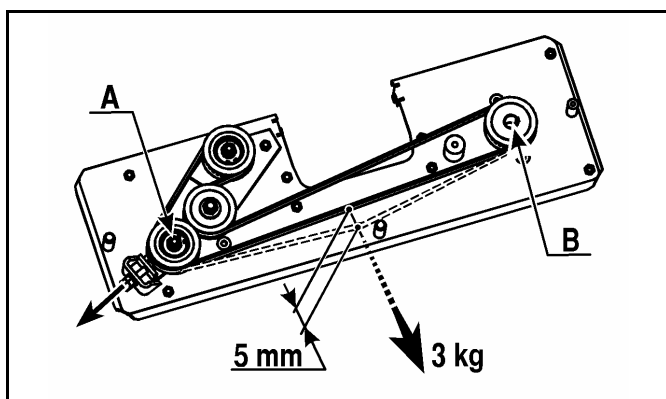

Fig. 36
RIEM MAAIDEK (Fig. 36) **REGELING GETANDE RIEM**
5. Regel de moer M10 totdat ze de specifieke spanning van fig.36 heeft bereikt.
Getande riem maaier	Zie Fig. 36